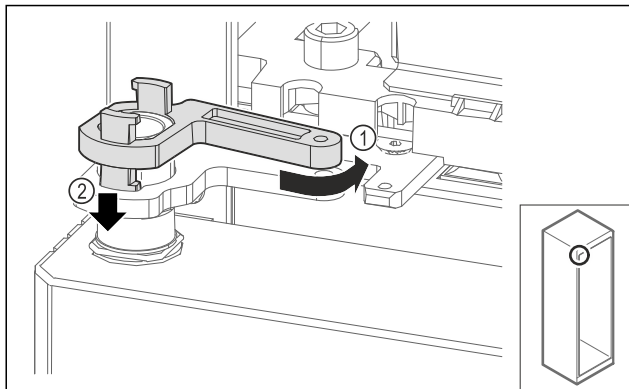

Fig. 66
- ▶ Слегка поверните фиксатор опорного кронштейна в обратную сторону Fig. 66 (1), нажмите на него сверху вниз Fig. 66 (2) и заблокируйте в шарнирном уголке.